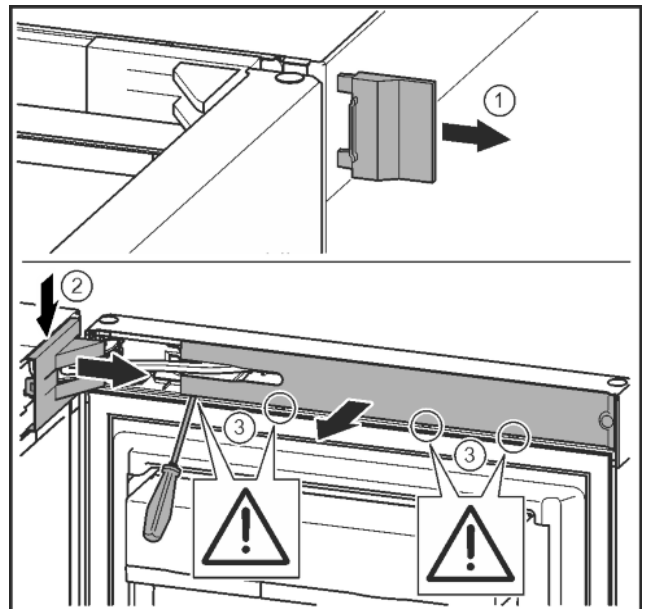

Fig. 8
▶ Снять внешнюю крышку. Fig. 8 (1)
- ▶ При помощи отвертки освободить крышку опорного кронштейна и отсоединить. Снять крышку опорного кронштейна. *Fig. 8 (2)*
- ▶ Шлицевой отверткой вывести накладку из зацепления и отвести в сторону. *Fig. 8 (3)*